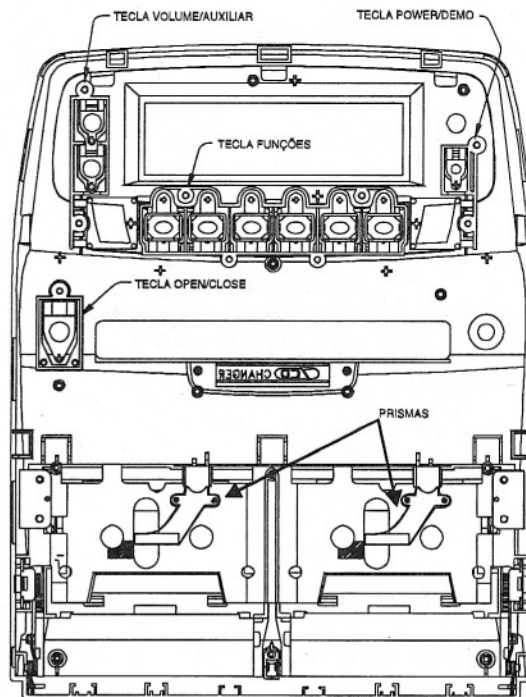

Fig. 9
- Retire e substitua a tecla desejada (fig. 9).